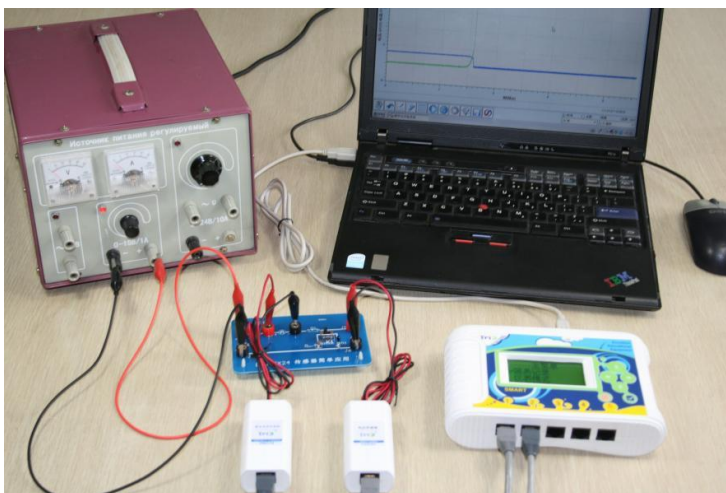

Рис.3 Собранная экспериментальная установка
1. Как показано на рис.3, подключите датчик напряжения и многодиапазонный датчик тока к регистратору, затем подключите регистратор к компьютеру;
3. В соответствии с рис.3 правильно соберите схему, переведите переключатель на сторону фоточувствительного сопротивления, включите лампу, накройте фоточувствительный элемент ладонью;